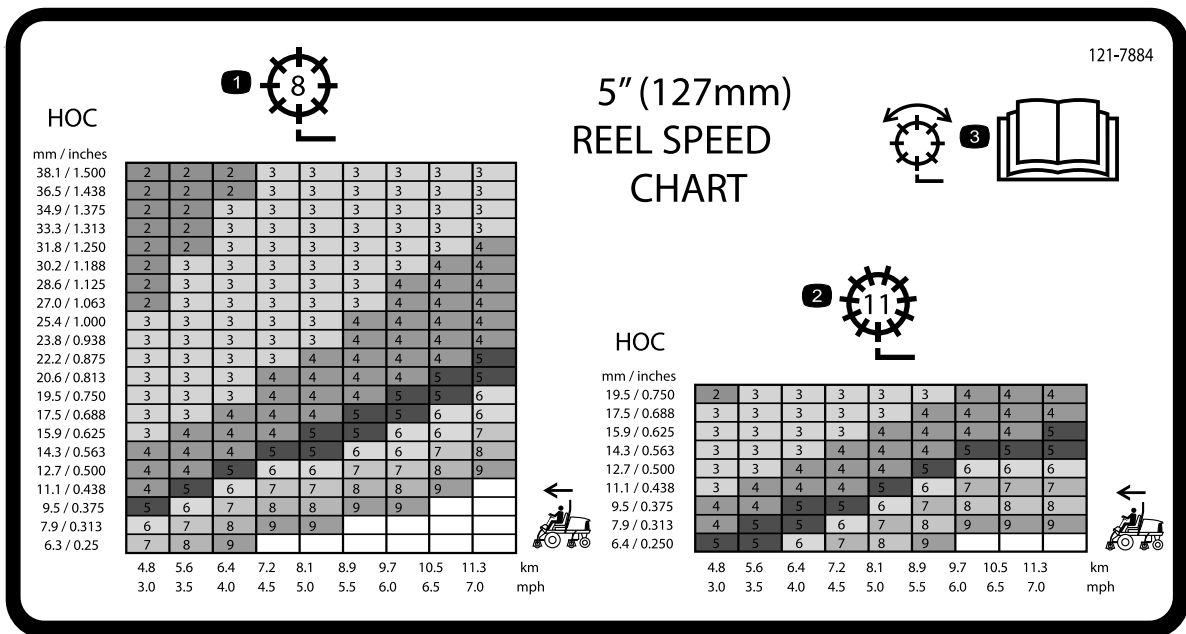
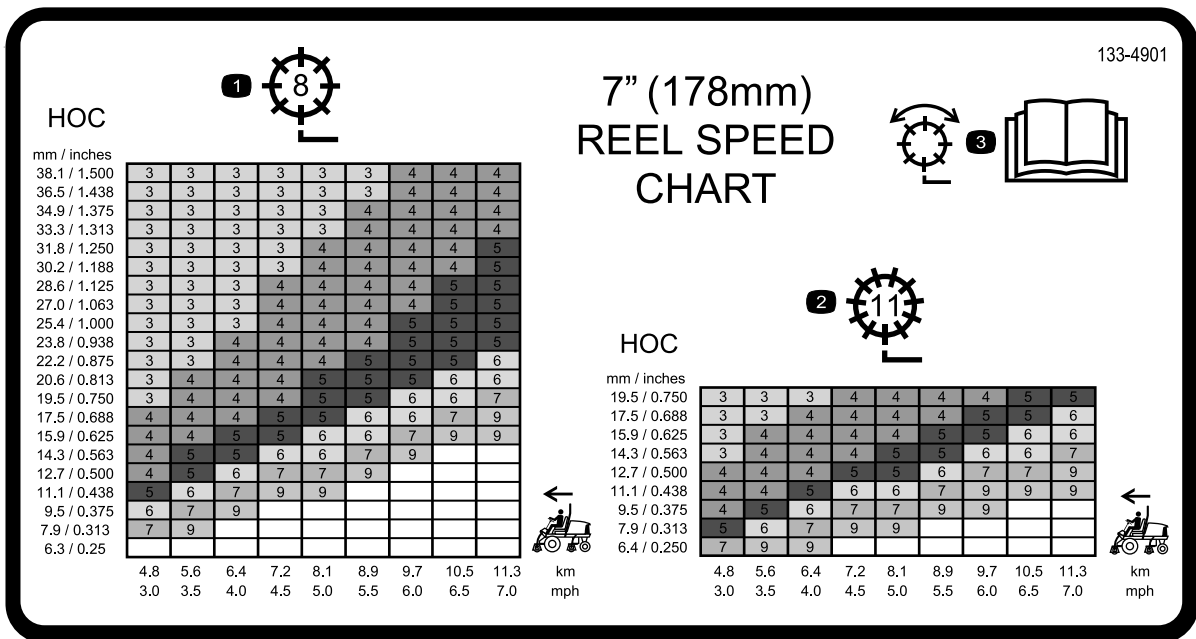

Figure 30
Figure 31
3. Reportez-vous au graphique sur les autocollants du tableau de vitesse des cylindres (Figure 30 et Figure 31) pour déterminer le réglage de vitesse de cylindre correct.